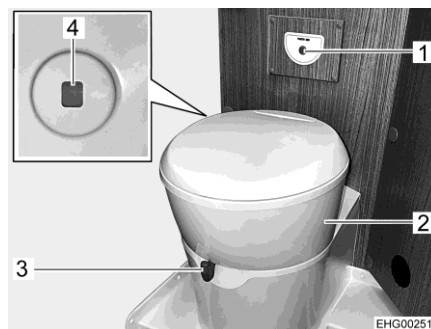

Fig. 112 Inodoro
La taza del inodoro se podrá girar a la posición deseada. Para ello, agarrar la parte superior (Fig. 112,2) del inodoro con ambas manos y girarla.
La unidad de mando con el botón del inodoro (Fig. 112,1) está instalado cerca de la taza del inodoro.
- Antes del lavado, abrir la corredera del inodoro. Para ello, empujar la palanca de corredera (Fig. 112,3) en sentido contrario a las agujas del reloj.
- Para lavar, pulsar el botón del inodoro azul (Fig. 112,1).
- El color del indicador de nivel de llenado (Fig. 112,4) cambiará de color verde a rojo cuando se debe vaciar el depósito de aguas fecales.